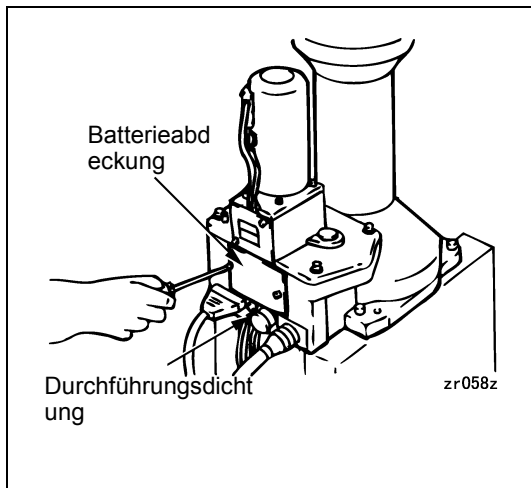

Abbildung 2-31
- (1) Entfernen Sie die Batterieabdeckung und Durchführungsichtung von der Robotereinheit. (Siehe Abbildung 2-31.)